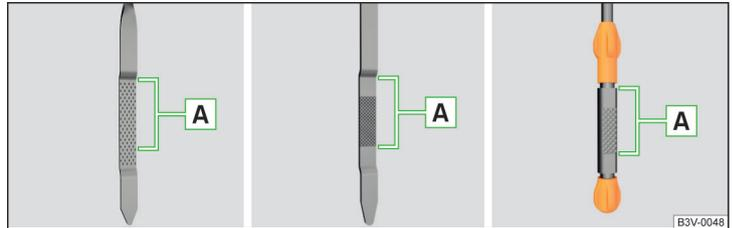

Abb. 310 Ölmessstabvarianten
Der Ölstand muss im Bereich A liegen » Abb. 310. Liegt der Ölstand unterhalb des Bereichs A, das Öl nachfüllen.
- Der Ölstand darf keinesfalls außerhalb des Bereichs **A** liegen » Abb. 310 - anderenfalls besteht die Gefahr der Beschädigung des Motors sowie der Abgasanlage.